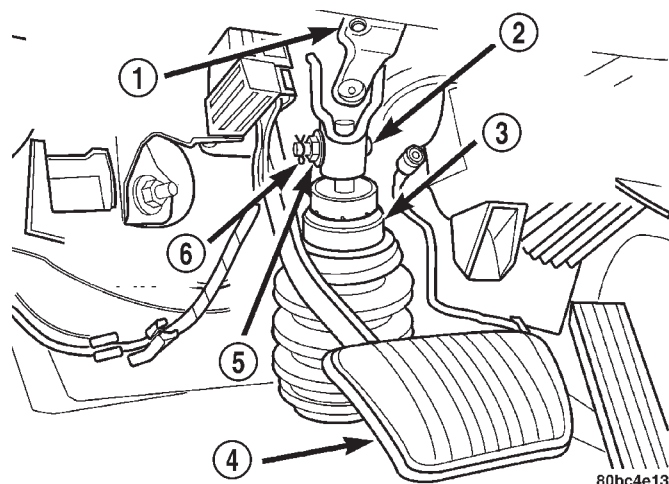

Fig. 10 Acoplamientos de la columna de dirección
(3) Retire el pasador de retención del acoplamiento de la columna de dirección, afloje la tuerca del perno retenedor y retire el perno retenedor del acoplamiento de la columna de dirección (Fig. 10), (la tuerca del perno retenedor queda cautiva en el acoplamiento y no puede retirarse). Separe los acoplamientos superior e inferior de la columna de dirección.
(11) Instale un conmutador de luz de freno nuevo en el soporte. (Consulte el grupo 8 - ELECTRICO/LUCES/ILUMINACION - EXTERIOR/CONMUTADOR DE LUZ DE FRENO - INSTALACION).
(12) Instale la junta de la plancha de bóveda al acoplamiento inferior en su sitio sobre el collar de plástico del acoplamiento inferior y la cubierta de la plancha de bóveda.
(13) Verifique que las ruedas delanteras estén aún en posición RECTA HACIA ADELANTE.
(14) Vuelva a conectar el acoplamiento inferior de la columna de dirección al acoplamiento superior (Fig. 10). Instale el perno retenedor del acoplamiento y apriete la tuerca del perno retenedor con una torsión de 28 N·m (250 lbs. pulg.). Instale el pasador de retención del perno retenedor.